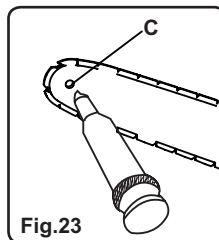

Fig.23
Nettoyez le pignon de renvoi (7). A l'aide d'un pistolet de graissage, insérez l'injecteur à aiguille dans l'orifice de lubrification (C) et injectez la graisse jusqu'à ce qu'elle soit visible sur le bord extérieur du pignon (fig. 23). Faites tourner la chaîne (5) à la main et répétez la procédure de lubrification jusqu'à ce que l'ensemble du pignon ait été lubrifié.